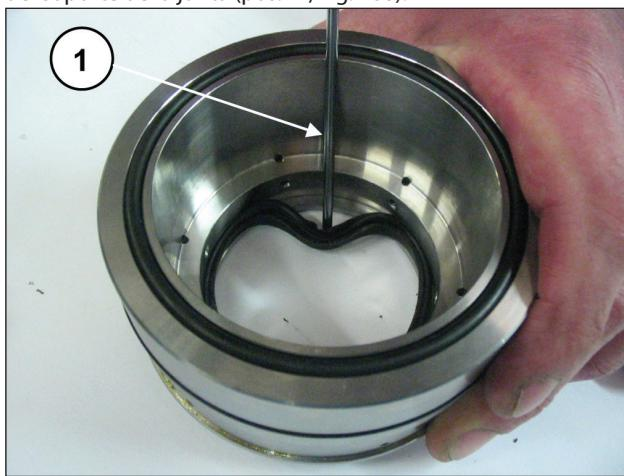

Fig. 168
Para quitar la junta de baja presión, es necesario utilizar un espesímetro o una herramienta que no dañe el alojamiento del soporte de la junta (pos. ①, Fig. 168).